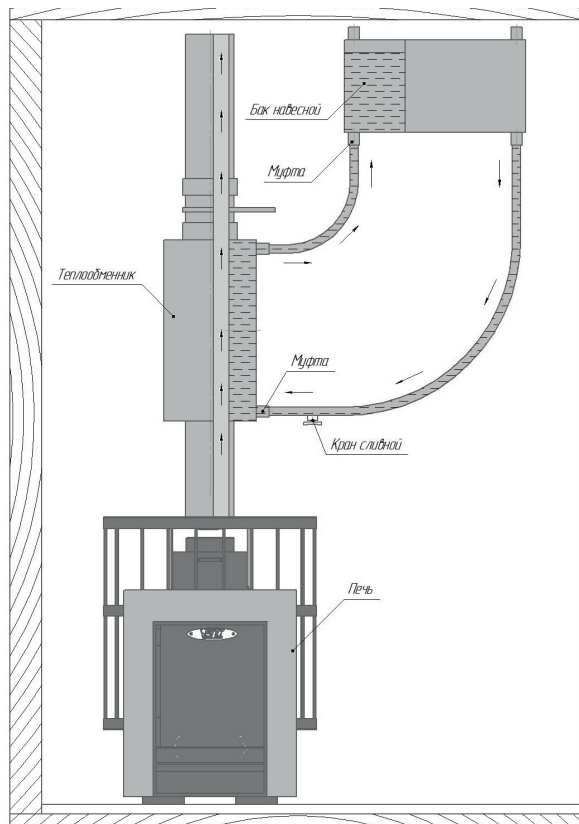

Рисунок 3
2. На печь устанавливается теплообменник, который подсоединяется к выносному баку — это отдельно висящий бак, который может быть размещен, в любом удобном месте или помещении (рисунок 3).